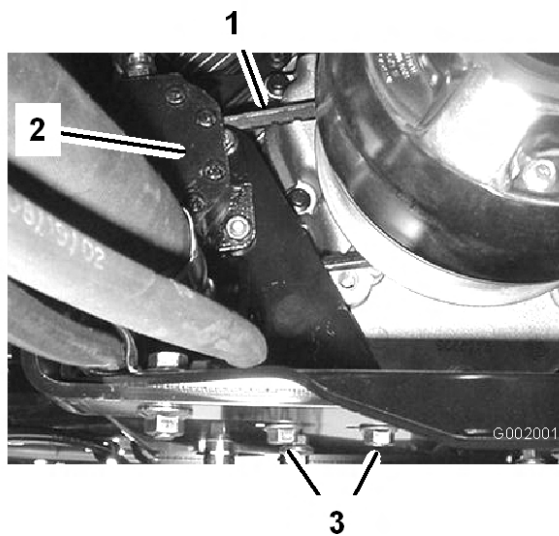

Figure 63
2. Desserrez les boulons de fixation de la pompe de direction (Figure 63).